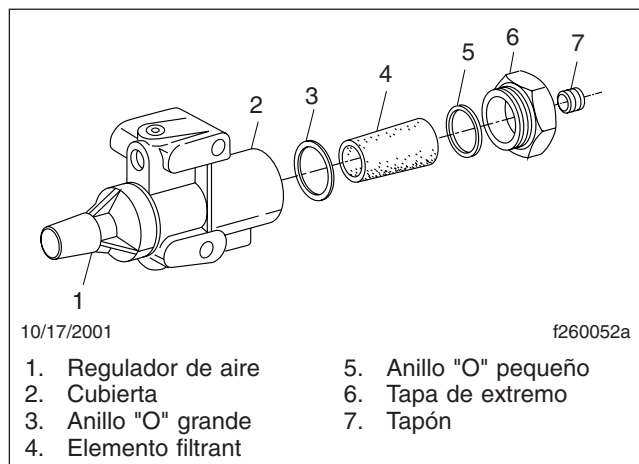

Figura 4, Componentes del filtro y regulador de aire de las transmisiones Eaton Fuller
3. Quite la tapa de extremo, el anillo "O" grande y el elemento filtrante de la cubierta del filtro. Vea la Figura 4. Quite el anillo "O" pequeño de la tapa de extremo.